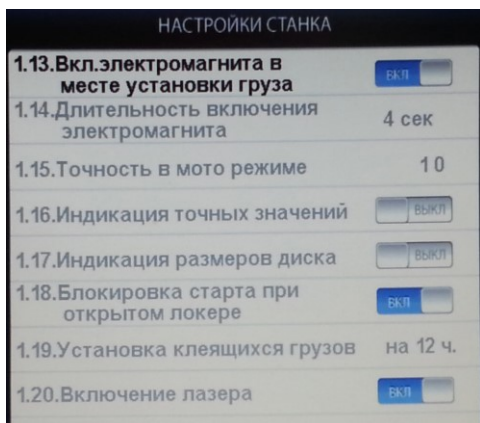

Рис.17.4.
17.11. Вторая страница настроек (рис.17.4.).